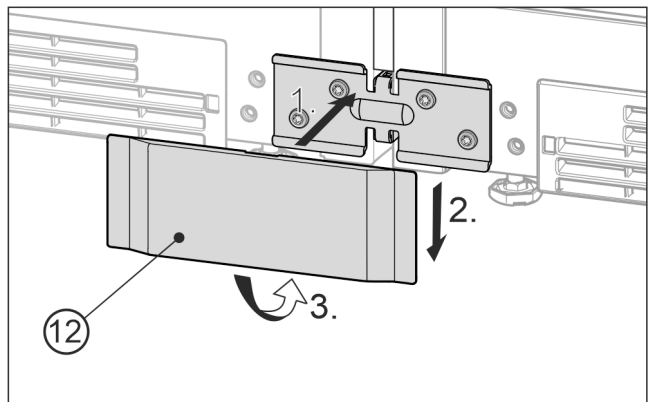

Fig. 25 Esimerkkikuva
- Aseta alempi suojuus Fig. 25 (12) edestä kulmalle Fig. 25 (1) työnnä se alas Fig. 25 (2) ja lukitse se paikoilleen alas Fig. 25 (3).